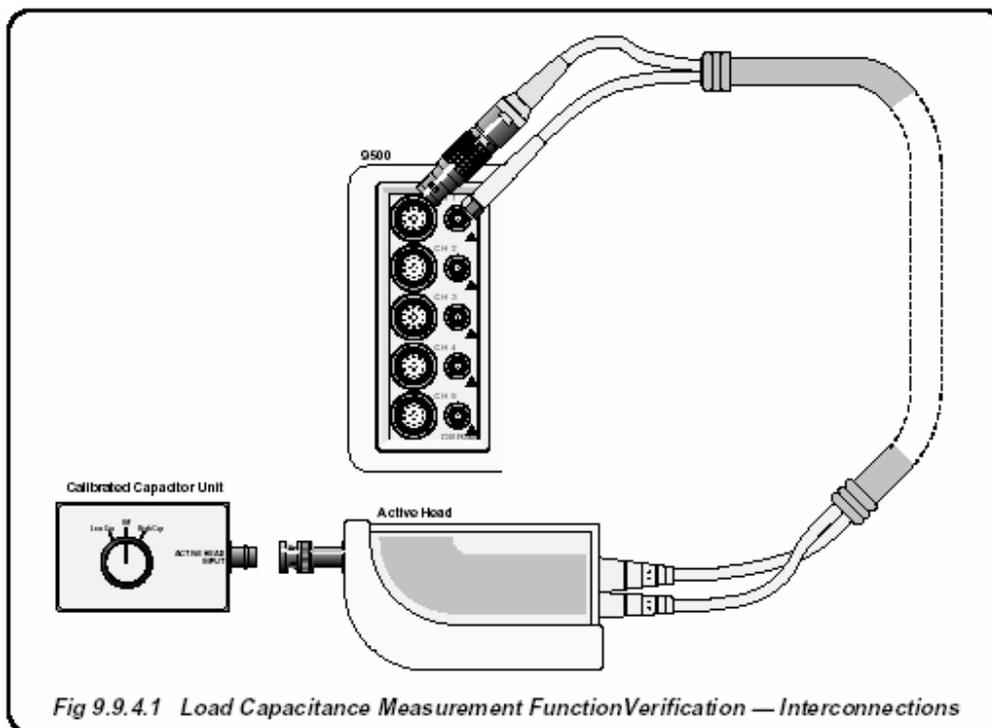

Рис. 9.9.4.1. Поверка функции измерения емкости нагрузки - межсоединения
- 3 **Соединения** Убедитесь, что калибратор 9500В соединен с блоком емкости (или отдельными емкостями по очереди) как показано на *Рис. 9.9.4.1*, и оба прибора включены и прогреты.